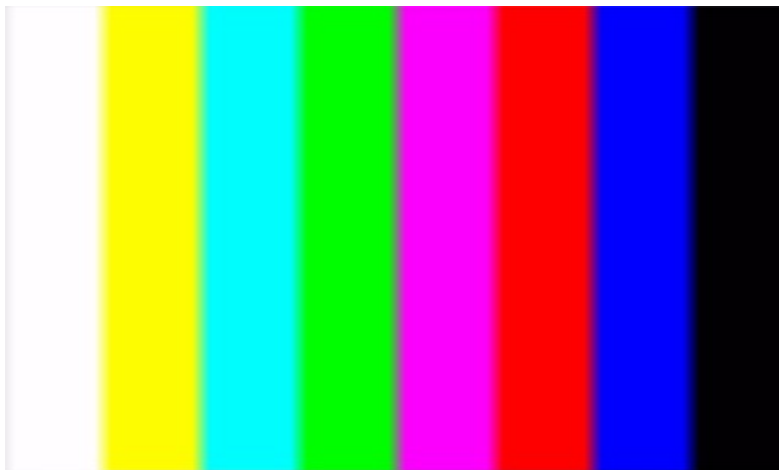

Abbildung 3: Mangelnde Chrominanz-Bandbreite, besonders leicht am Übergang Grün/Magenta erkennbar
- Bandbreite der Chrominanz-Signalverarbeitung. (Abb. 3)